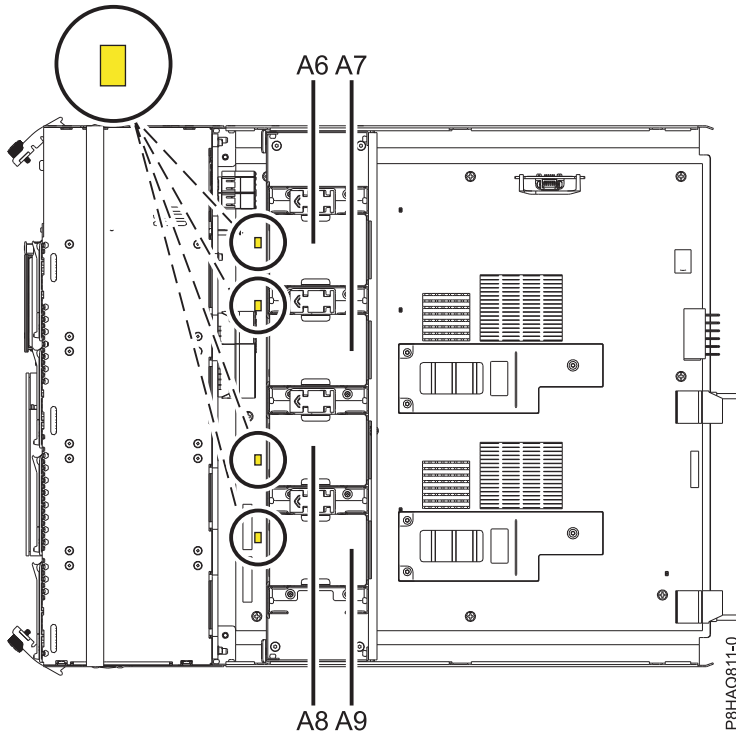

Figura 9. Ubicación de los ventiladores internos y de los LED de identificación
6. Localice los ventiladores internos que se identifican en la Figura 9 en la página 12. Si falla alguno de los ventiladores internos, se deberán sustituir los cuatro ventiladores como una sola unidad. Los cuatro ventiladores internos se proporcionan en el kit de FRU.